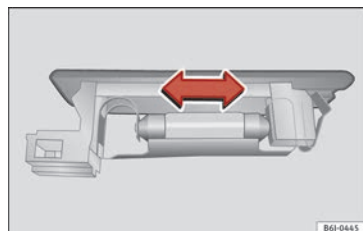

Fig. 111 Luz del maletero.
- Presione la lámpara lateralmente y extráigala del alojamiento »» **fig. 111.**